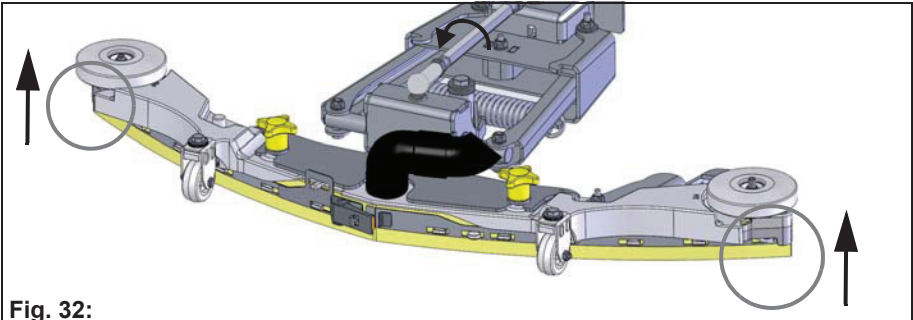

Fig. 32:
- Rotation de la tige filetée dans le sens inverse des aiguilles d'une montre : l'écart entre la bande d'étanchéité et le sol s'agrandit aux extrémités **Fig. 32**.